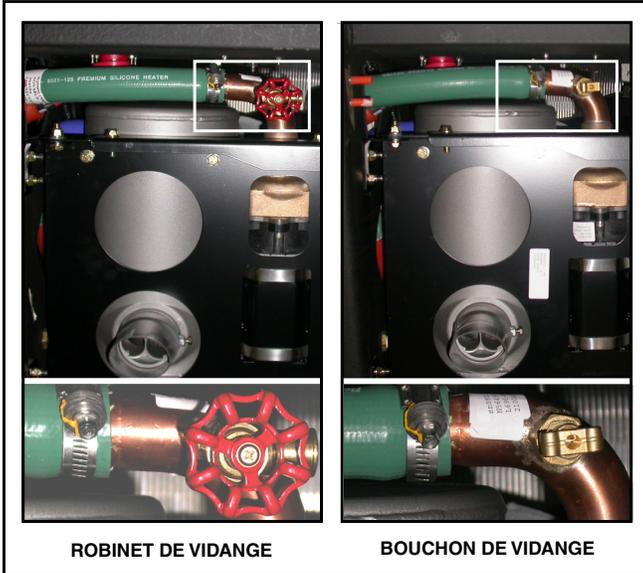

Figure 8 - Point de drainage du réchauffeur auxiliaire (optionnel) - vue du dessous
- a. Si équipé d'un réchauffeur auxiliaire, ouvrir le robinet de vidange ou retirer le bouchon de vidange du tuyau du réchauffeur auxiliaire, selon l'option. Voir Figure 8.
- Le robinet/bouchon de vidange du réchauffeur auxiliaire (optionnel), le bouchon de vidange de la pompe recirculatrice et le bouchon de vidange de la transmission doivent être fermés. Voir Figure 8 à Figure 10.